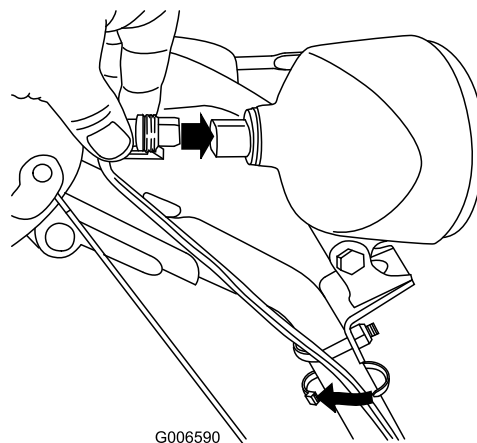

Bild 55
- Setzen Sie den Kabelanschluss hinten am Scheinwerfer gerade ein, bis er fest sitzt (Bild 55).